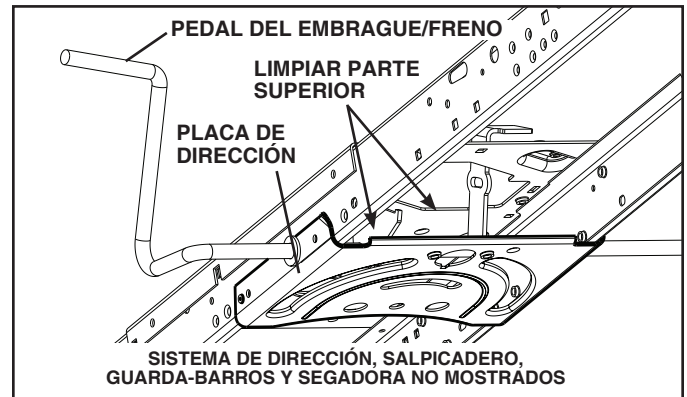

Fig. 24
- Limpie los desechos de la placa guía. Los desechos pueden limitar el movimiento del eje del pedal del freno/embrague, lo que hará que patine la correa y que se pierda la tracción. Vea Fig. 24.